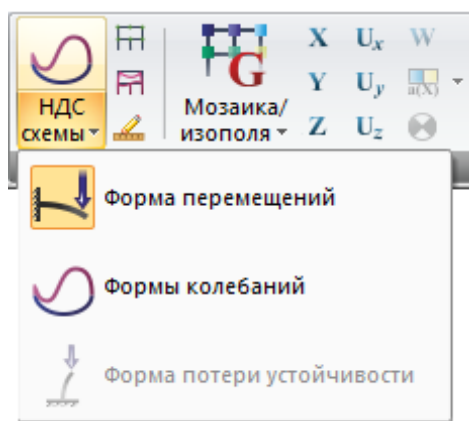

Рис. 86. Раскрывающийся список **НДС схемы**
**НДС схемы** (рис.86) – раскрывающийся список с заменой, который содержит операции, позволяющие выбирать вид деформации схемы: